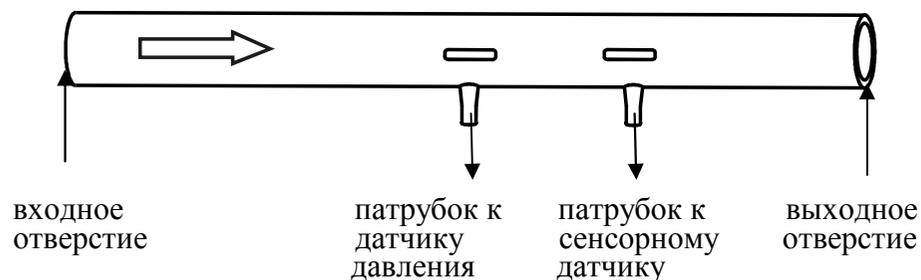

Рисунок 2 – Индивидуальный мундштук
Специальная форма мундштука (рисунок 2) обеспечивает избыточное давление воздуха на входные отверстия анализатора во время выдоха и тем самым обеспечивает возможность контроля расхода выдыхаемого воздуха.
2.7.6 Обследуемому лицу следует дуть во входное отверстие мундштука (рисунок 2).